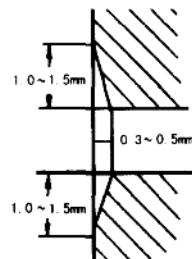

图 1-8 气口边缘的刮修尺寸
④镗缸量确定后，再根据每次吃刀量的允许限度考虑镗缸次数。一般来说，第一刀进刀量应小些；最后一刀为了保证规定的表面粗糙度，进刀量也应小些。这两次进刀量一般可取 0.05mm 以内，中间几次可大一些，一般以 0.2mm 为限，但不要超过镗缸机规定的进刀量。
⑤气缸镗好后，换用特制倒角镗刀将气缸口镗成宽为 1mm，角度为 30° 的倒角，以便于安装活塞。对二冲程发动机，由于气缸内壁上开有气口，要防止活塞环与气口边缘发生撞击。对此，在气缸镗好后，用刮刀或小砂轮对气缸内壁上各气口进行刮修、打磨，直至符合如图 1-8 所示的